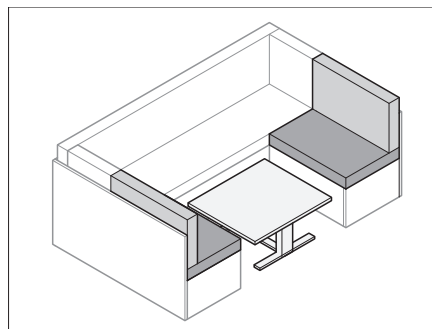

Fig. 73 Transformar la mesa
- Transformar la mesa (Fig. 73) en base de cama (véase apartado 6.8).